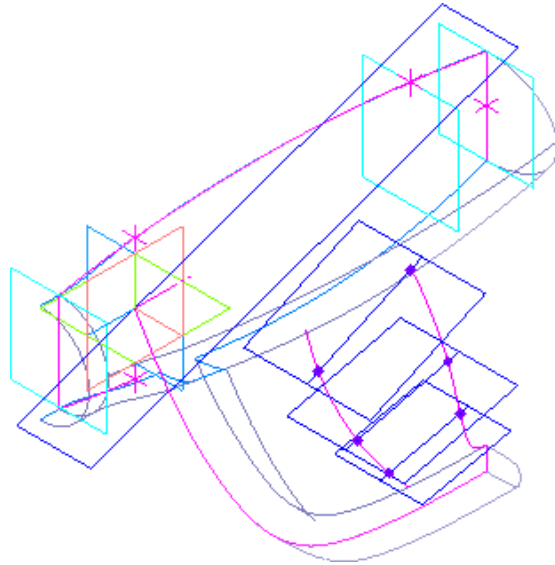

Рисунок 28.
- Постройте плоскости через остальные оси (рис.28).